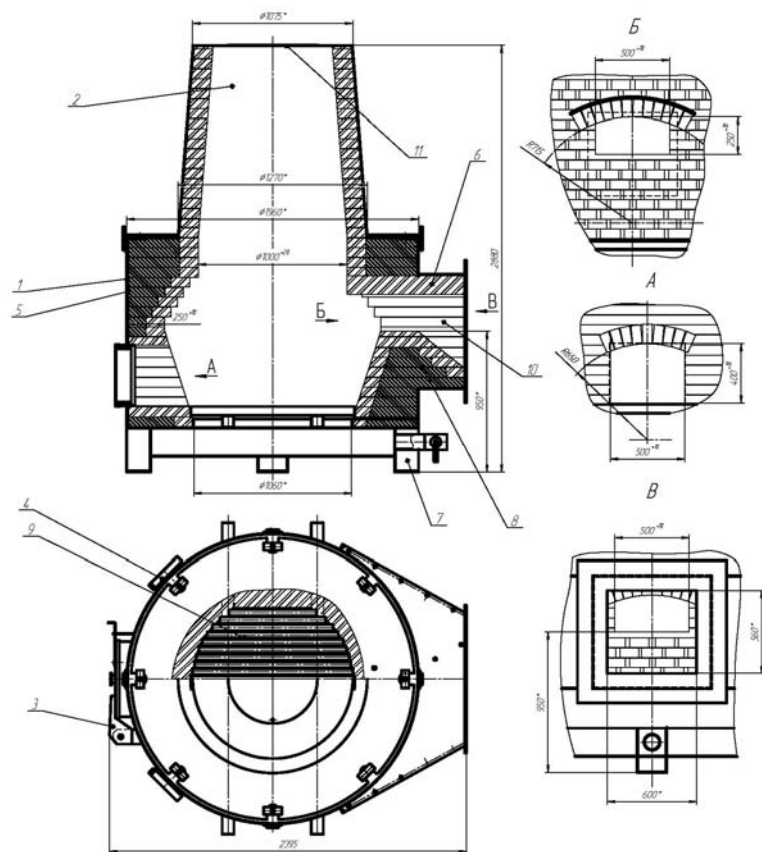
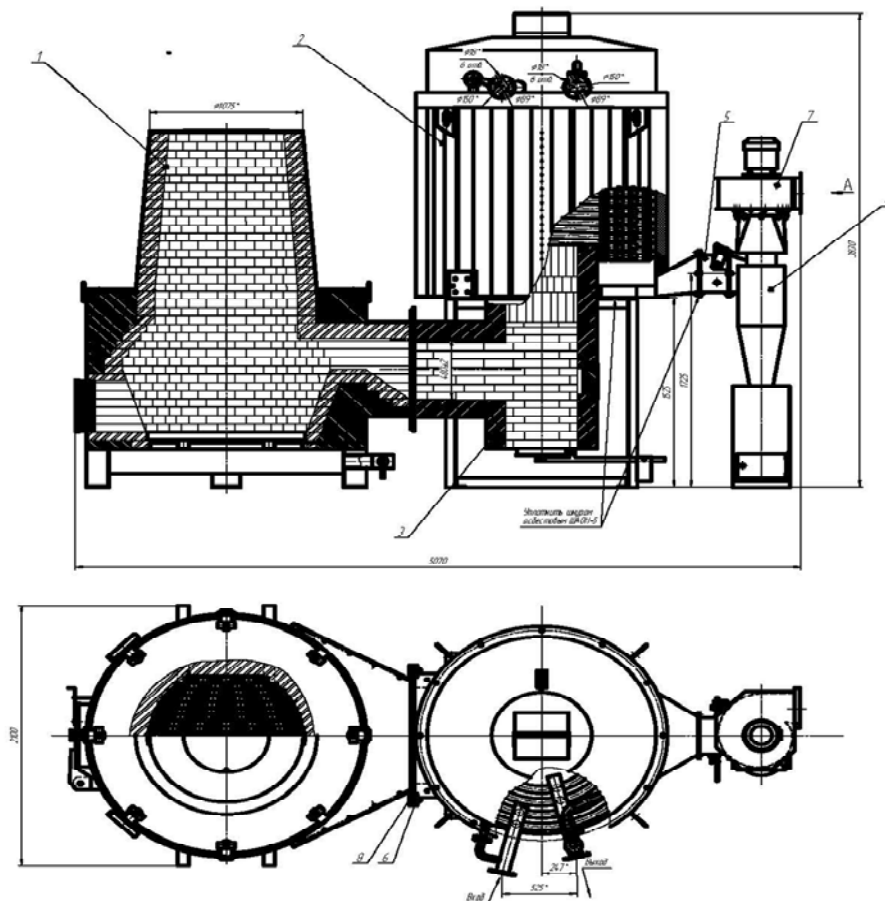

Рис. 3.2
Рис. 4.3
3.5.2 Топливо вручную загружается в бункер 2 через люк 11 (см. рис. 3.2). Под действием силы тяжести и по мере сгорания, топливо постепенно опускается вниз, проходя последовательно зоны подсушки, пиролиза, газификации и горения. Образующая зола просыпается через колосник 9 в зольную камеру. Топочная камера находится под разрежением. Воздух через дверцу зольника 4 и колосник 9 поступает в зону горения и газификации. Небольшое количество воздуха поступает в топочное пространство через негерметичные соединения бункера и слой топлива. Полученные генерированные и пиролизные газы собираются под кольцом фигурной футеровки 6 и отводятся в жаровую трубу 10 и жаровое колено (см. рис.4.3, поз. 3). Здесь газы, смешиваясь с воздухом, поступающим через отверстия подачи вторичного воздуха, сгорают в виде факела, поступают в первый контур теплообменника, где окончательно догорают. Продукты сгорания, отдав частично свою тепловую энергию первому трубному контуру, огибают верхний спиральный трубный контур и поступают в пространство между первым и четвертым цилиндрическими трубными контурами. Опускаясь вниз, дымовые газы омывают разреженные второй и третий цилиндрические трубные контуры. Отдав тепловую энергию, дымовые газы через газоход и блок газового тракта выводятся в дымовую трубу.
4.3.1 Монтаж изделия необходимо выполнять, руководствуясь технической документацией, приведенной в техническом решении на данное изделие, в следующей последовательности (см. рис. 4.3):